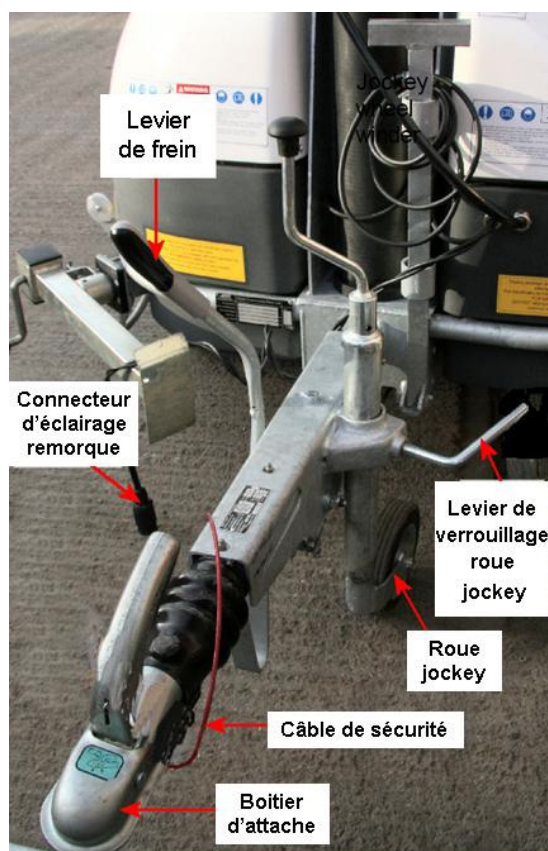

Fig. 1-2 Frein de stationnement
1. Serrer le frein de stationnement en tirant le levier vers le haut (fig. 1-2). Le mât ne peut être levé que si le frein de stationnement est serré.